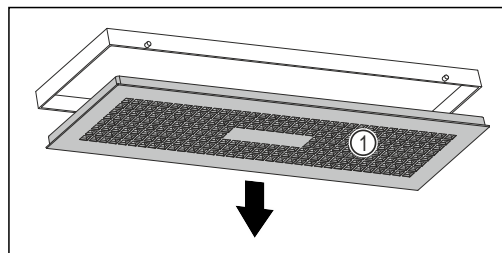

Fig. 107
- ▶ Медленно поверните водяной блок вниз, удерживая при этом крышку Fig. 107 (1).
- ▶ Снимите крышку Fig. 107 (1).